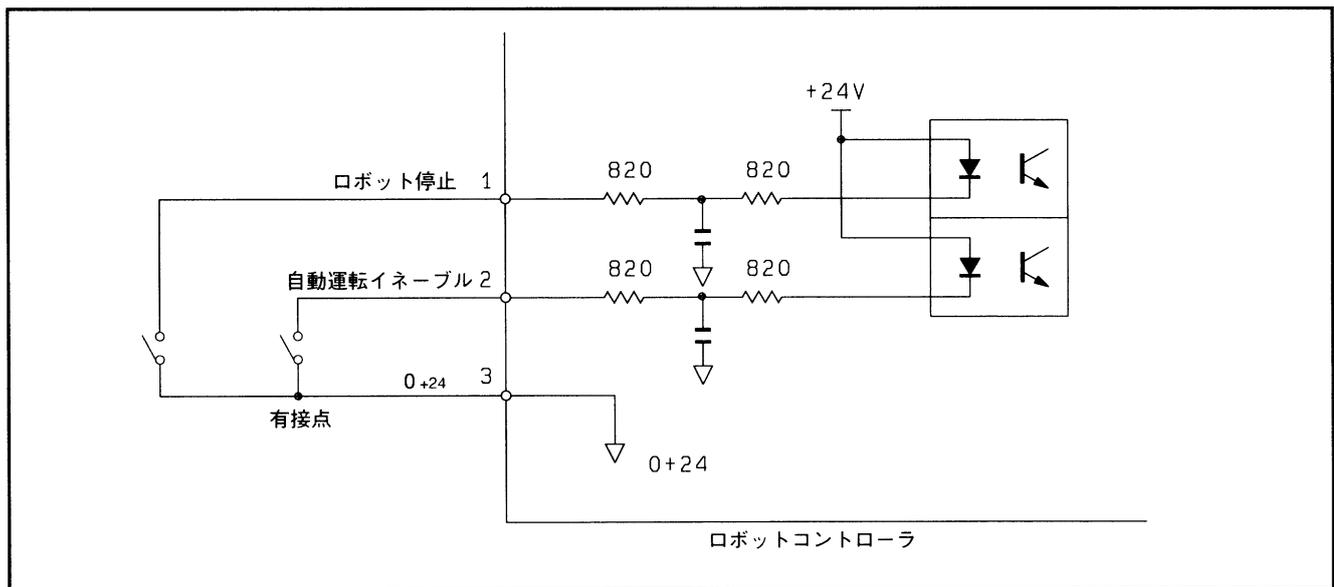

図5-46 入力回路（ロボット停止、自動イネーブル）
- ⑦ 「ロボット停止」と「自動運転イネーブル」の信号については、必ず有接点のハード回路で構成してください。
- ⑧ これらの信号だけは、他の入力回路と異なり、図5-46のような回路構成で、電源はロボットコントローラからのものを使用します。